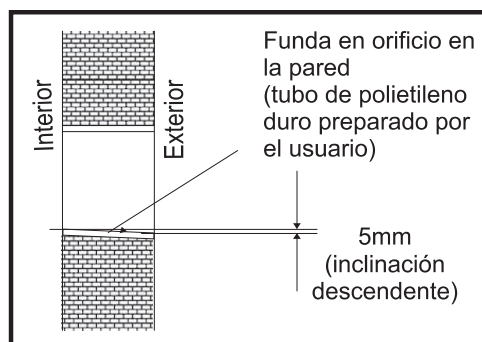

Fig. 2
- 3) Instale una funda a través del orificio de la pared para mantener la pared limpia. (Fig. 2)